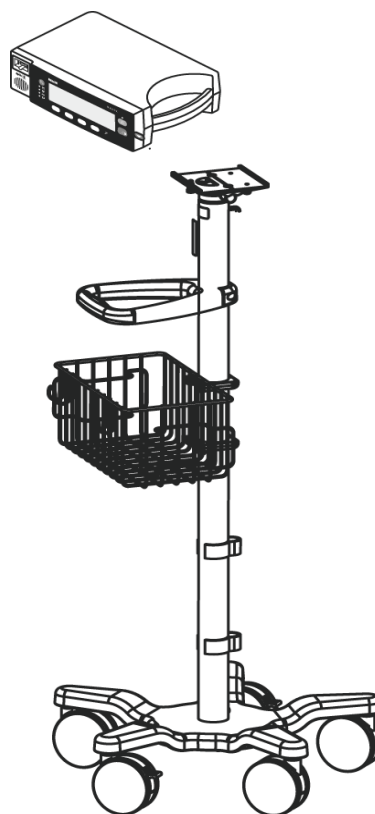

Figura 9: Supporto inclinabile GCX
- Supporto inclinabile GCX. Si veda Figura 9 alla pagina 128.
Il supporto inclinabile GCX collega la piastra di montaggio GCX dell'N-600x come illustrato nella Figura 9. Per ulteriori informazioni sul collegamento del supporto inclinabile del GCX, fare riferimento alle istruzioni per l'uso fornite in dotazione.